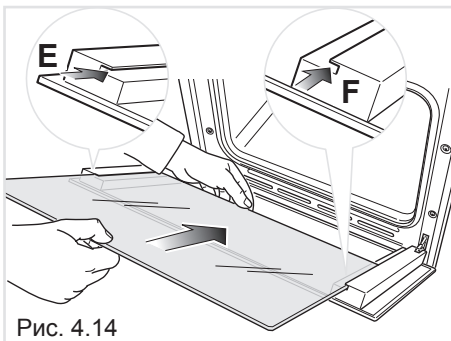
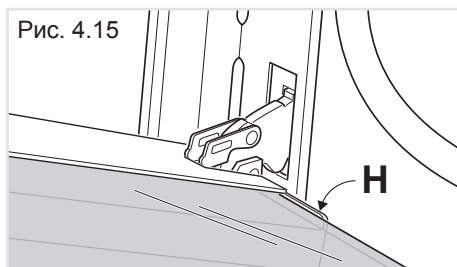

Рис. 4.14
Рис. 4.15
- Вставьте внутреннее стекло в левую «E» и правую «F» боковые направляющие (Рис. 4.14) и слегка прижмите его к стопорам «H» (Рис. 4.15).